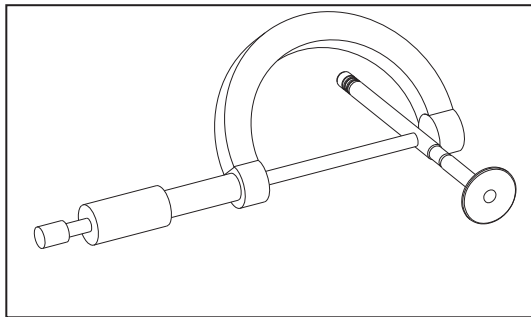

图 3-5
7、如图 3-5 所示，首先观察气门杆身是否存在异常磨损，整体是否存在变形和表面起皮等现象，如有异常需更换新的进排气门，使用外径千分尺和内径千分表，分别测量气门杆直径和气门导管内径，并保证测量点不少于一处。如果杆身直径超过限值，则应更换进排气门。